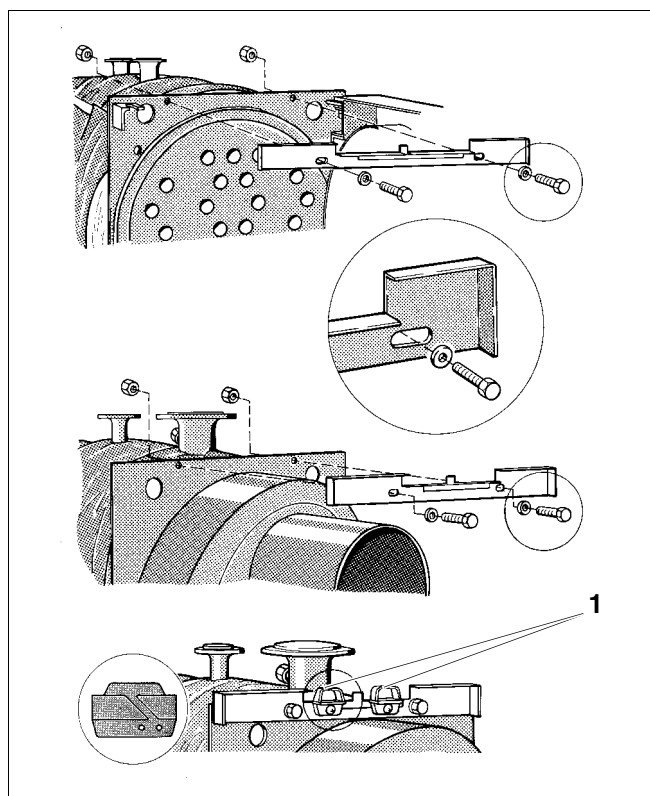

Fig. 10 Montaj manta
- Înșurubați traversele sus în partea din față și din spate a cazanului cu câte 2 șuruburi hexagonale, șaibe și piulițe (Fig. 10).
- Înșurubați (Fig. 10, **Poz. 1**) suportul de cablu cu șurubul de tablă la traversa din spate.